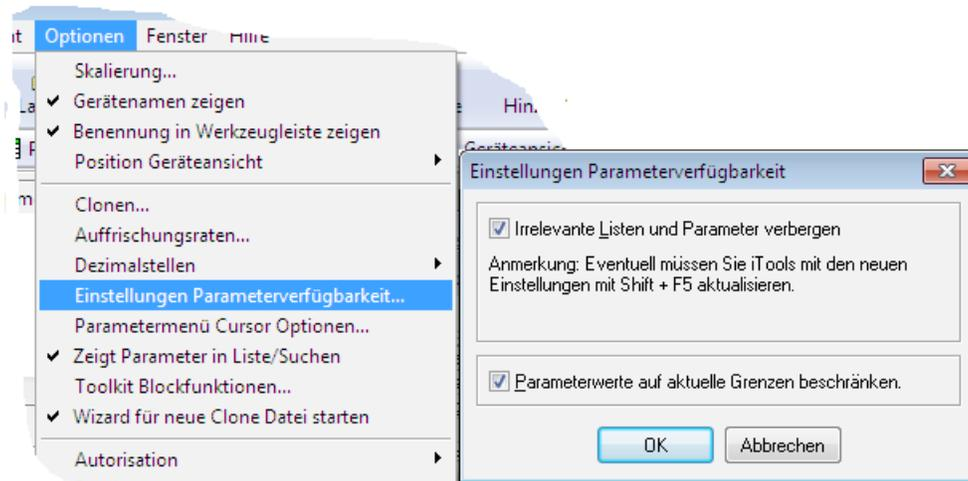

Abbildung 56 Parameter anzeigen/verbergen
3. Ausgeblendete Parameter. In der Voreinstellung blendet iTools Parameter aus, die im aktuellen Kontext nicht relevant sind. Solche ausgeblendeten Parameter können Sie in der Tabelle über die Einstellung „Parameterverfügbarkeit“ (im Optionsmenü) einblenden (Abbildung 56). Derartige Einträge werden mit einem schattierten Hintergrund angezeigt.